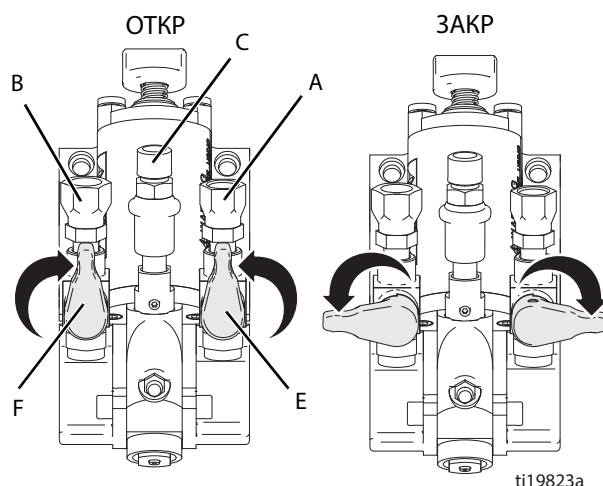

Рис. 3: Клапаны подачи материала
2. Закройте оба клапана подачи материала (E, F), переведя их в положение «закрывается». См. Рис. 3.